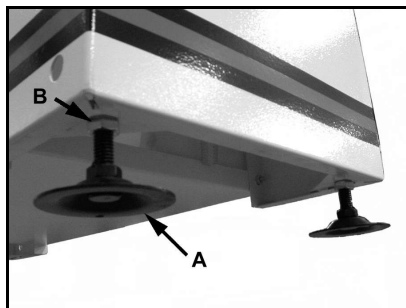

Fig 2
Monter les vérins de niveau (A, Fig2) avec 2 écrous (B) sur le côté opposé au moteur.